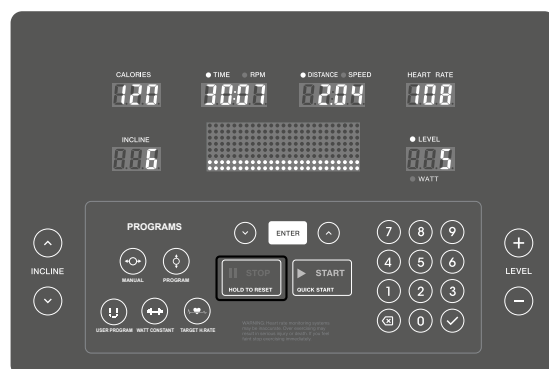

Abb. 2
2. Um das Training zu beenden, drücken Sie STOP (Abbildung 2).